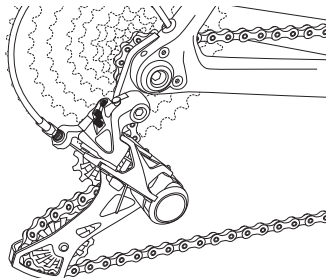

Fig.3
- Position the rear derailleur on the smallest sprocket (Fig. 3).